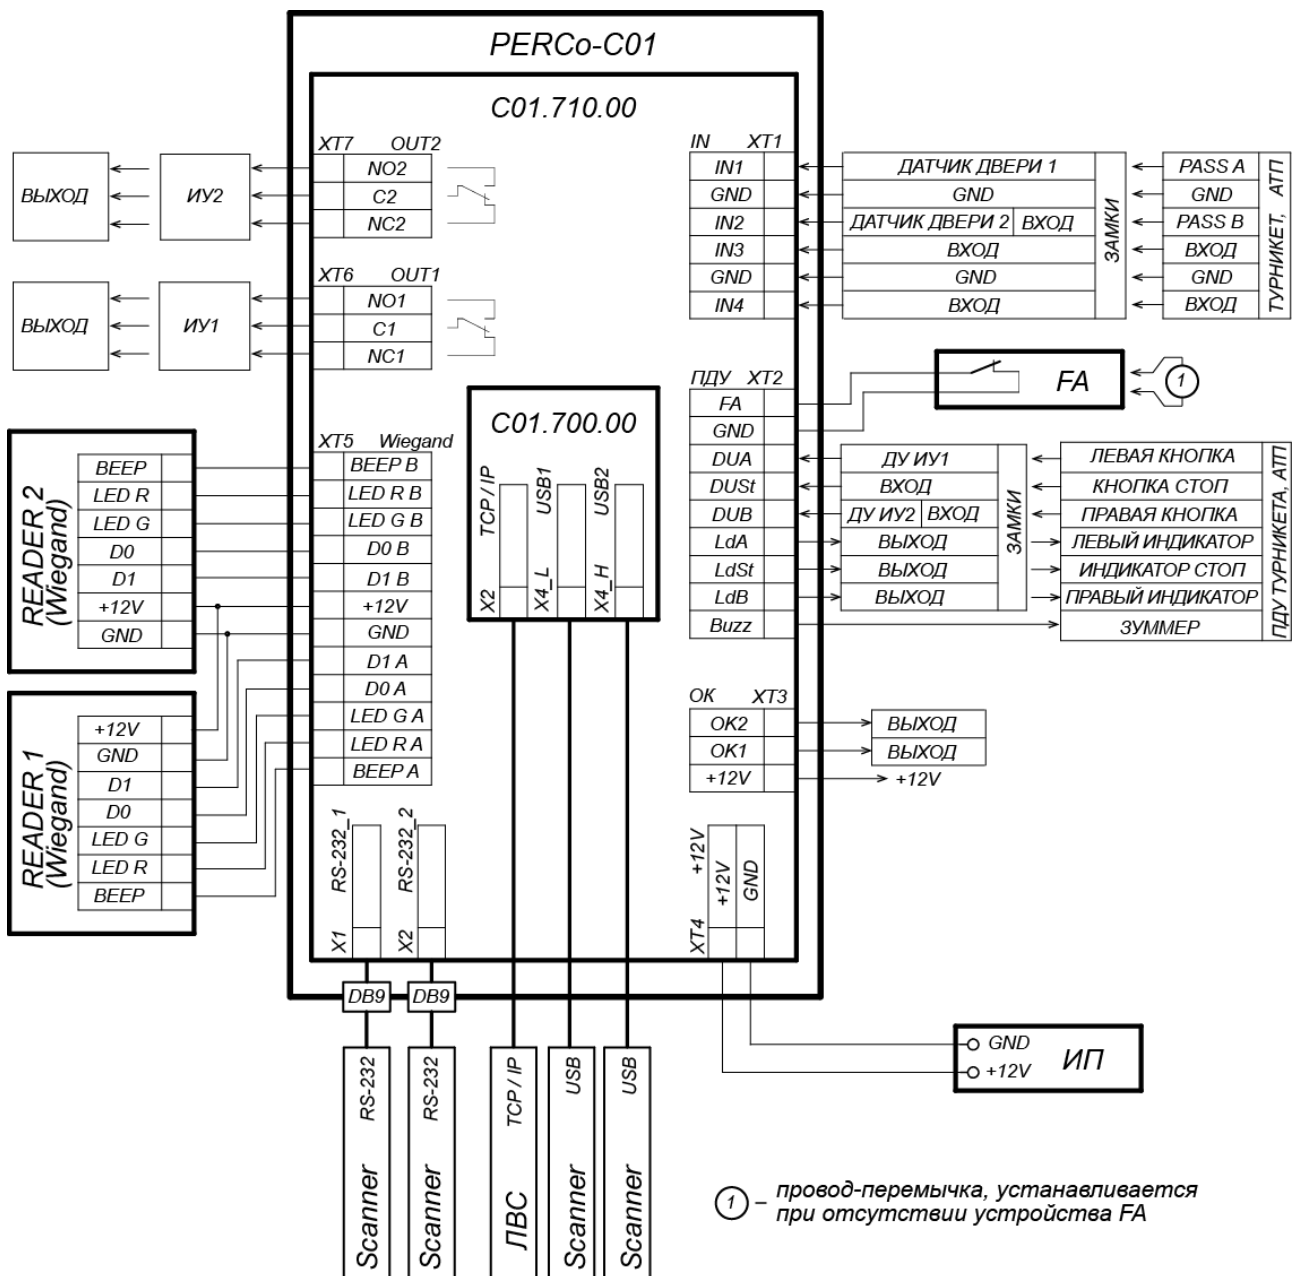
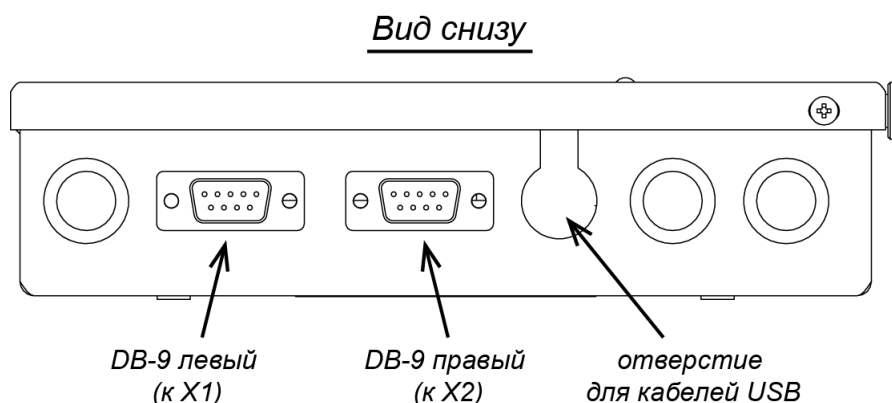

Рисунок 4. Общая схема подключений
Рисунок 5. Расположение разъемов DB-9 (RS-232) на корпусе контроллера
Выходы могут использоваться (см. рис. 4):
Контроллер имеет два выхода типа «открытый коллектор»: ОК1 и ОК2 (см. рис. 4). Подключение к выходам осуществляется через клеммную колодку **ХТ3** нижней платы контроллера.
7. Установите ИП, подключите кабель от ИП к клеммной колодке **XT4** нижней платы контроллера согласно схеме, представленной на рис. 4.
Считыватели подключаются к соответствующим контактам разъема **XT5** в соответствии с общей схемой подключения (рис. 4). В ресурсах контроллера для параметра «Интерфейс связи» данного считывателя необходимо выбрать значение *Wiegand* (см. рис. 6).
Сканеры подключаются к соответствующим разъемам типа DB9 (RS-232) на корпусе контроллера (см. рис. 5). Левый разъем DB9 подключается к разъему **X1** на нижней плате контроллера, правый – к разъему **X2** (см. рис. 4)
Сканеры по интерфейсу **USB** подключаются к разъему **X4** на верхней плате контроллера (в установленном на верхней плате двухрядном разъеме USB снизу находится USB1, а сверху USB2, см. рис. 1). Для ввода кабелей USB в корпус контроллера используется отверстие с фигурным вырезом (см. рис. 5).
2. Подключение замка производится к клеммным колодкам **ХТ6**, **ХТ7** нижней платы контроллера в соответствии со схемами подключения (см. рис. 4).